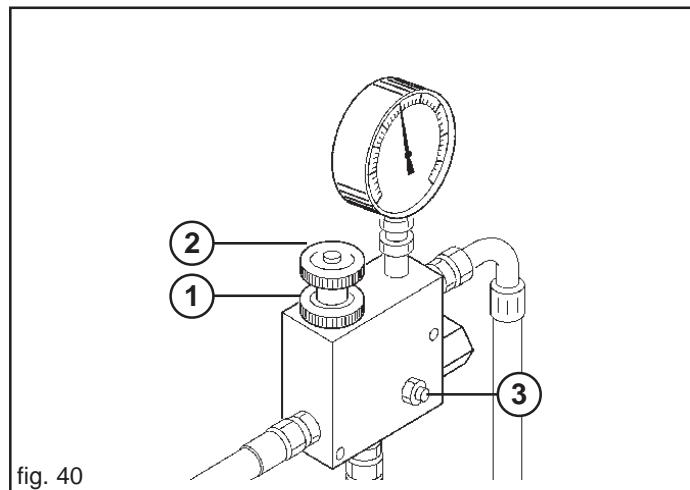

fig. 40
Si vous voulez augmenter la vitesse de rotation de la turbine pour le graines plus lourdes agir avec grande prudence en opérant comme suit (Fig. 40):
- b) desserrer le volant (1, Fig. 40);
- c) tourner en sens horaire ou contraire le volant (2, Fig. 40) pour diminuer ou augmenter la pression et par conséquent le nombre de tours de la turbine.